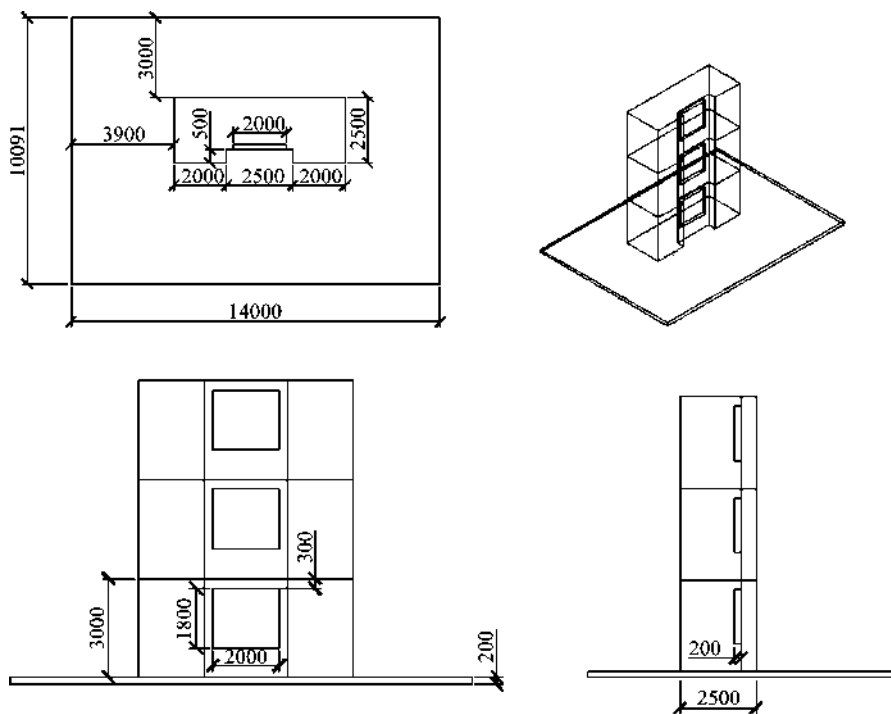

图 1-147 习题 16
16. 按图 1-147 给出的尺寸绘制三层楼房建筑模型图。